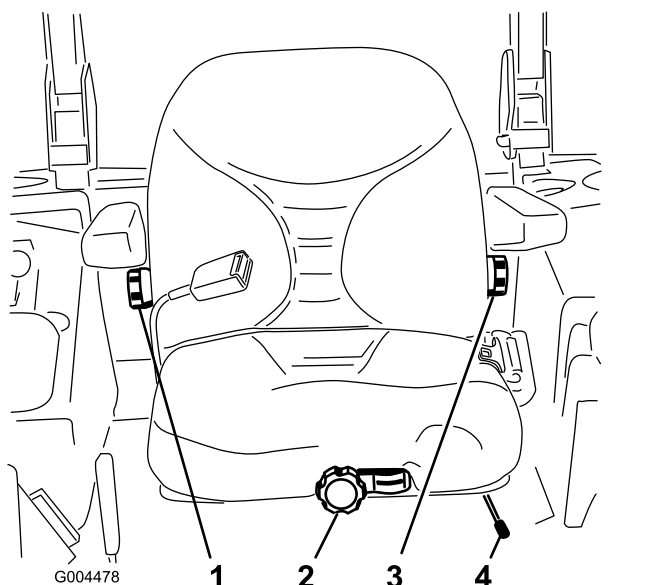

Рисунок 13
- Для выполнения регулировки передвиньте рычаг в поперечном направлении, чтобы разблокировать сиденье (Рисунок 13).
Не занимая сиденье, поворачивайте ручку регулировки положения сиденья в обоих направлениях, пока не будет достигнуто максимально комфортное положение (Рисунок 13).
Для регулировки спинки сиденья поворачивайте ручку под правым подлокотником в обоих направлениях, пока не будет достигнуто максимально комфортное положение (Рисунок 13).
Для регулировки спинки сиденья поворачивайте ручку под левым подлокотником в обоих направлениях, пока не будет достигнуто максимально комфортное положение (Рисунок 13).